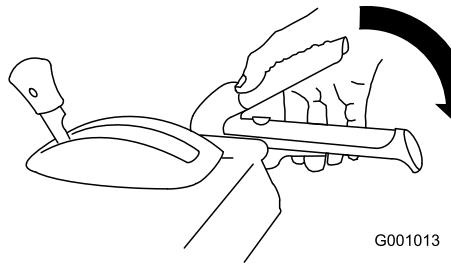

Figure 37
- Pour engager la fraise à neige/turbine, serrez le levier droit (fraise à neige/turbine) contre la poignée (Figure 37).